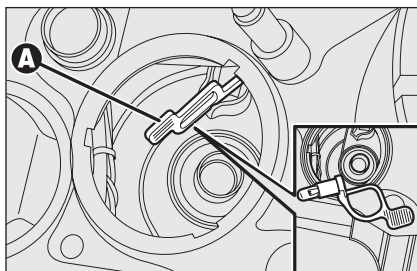

fig. 24
- ☐ agir sur la languette **A-fig. 24**, enlever l'ampoule et la remplacer;